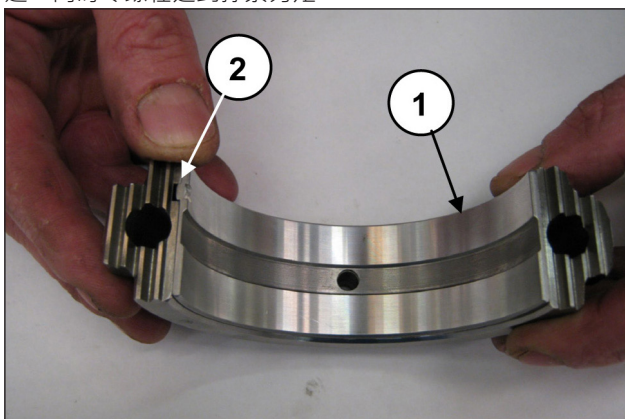
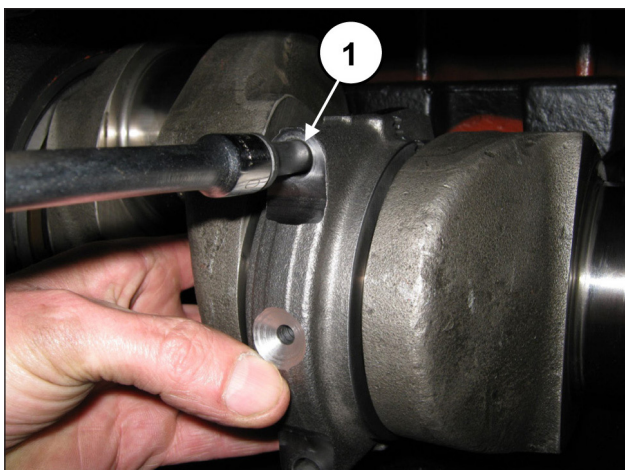

图 69
图 70
将下半轴承安装到连杆帽上(位置①, 图 69), 确保半轴承的基准平键定位在连杆帽的专用底座中(位置②, 图 69)。通过M10x1.5x80螺丝 (位置①, 图 70) 将连杆帽固定到半连杆上。